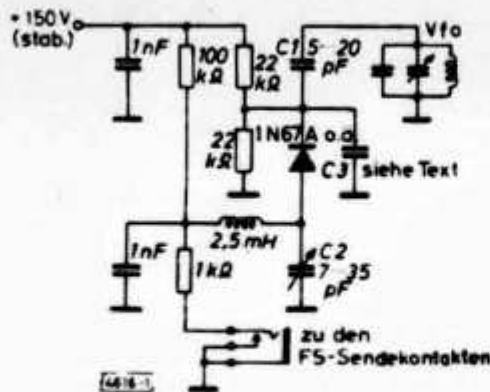

Abb. 1
Fig. 1—Crystal testing circuit. The circuit  $L_1 A C_1$  should tune to the fundamental or overtone frequency.  $L_1 B$ , a turn or two, may be added, if needed, to increase feedback.  $M_1$  should have a full-scale range of 5 ma. for fundamental operation, or 1 ma. for overtone operation.
tion of the activity for the same plate voltage. If the plate voltage can be varied, you can also compare the relative voltage at which oscillation starts. A simple Pierce circuit1 should be satisfactory for preliminary checks of fundamental frequency. Fig. 1 shows a circuit that I use. It is suitable for checking overtone as well as fundamental operation. However, final checks should be made with the crystal plugged into the equipment with which it is to be used, since the type of circuit and its adjustment will have some influence on the exact frequency.
**Abb. 1** [2] zeigt eine einfache Schaltung zum Tasten des VFO. C1 wird etwa 10 pF groß gemacht, dann wird ein Kondensator C3 derart hinzugefügt, daß mit dem Trimmer/Drehkondensator C2 der Shift nicht über 1000 Hz gebracht werden kann. Mit C2 kann man dann jeden gewünschten Shift einstellen. Beim Clapp-Oszillator verringert man C1 auf 1 bis 2 pF und verbindet ihn mit dem „heißen“ Ende des Schwingkreiskondensators. Man achte bei dieser Schaltung darauf, daß alle R/C-Filter von den Sendekontakten des Fernschreibers entfernt werden, da die Umtastung sonst Chirps erzeugen würde.